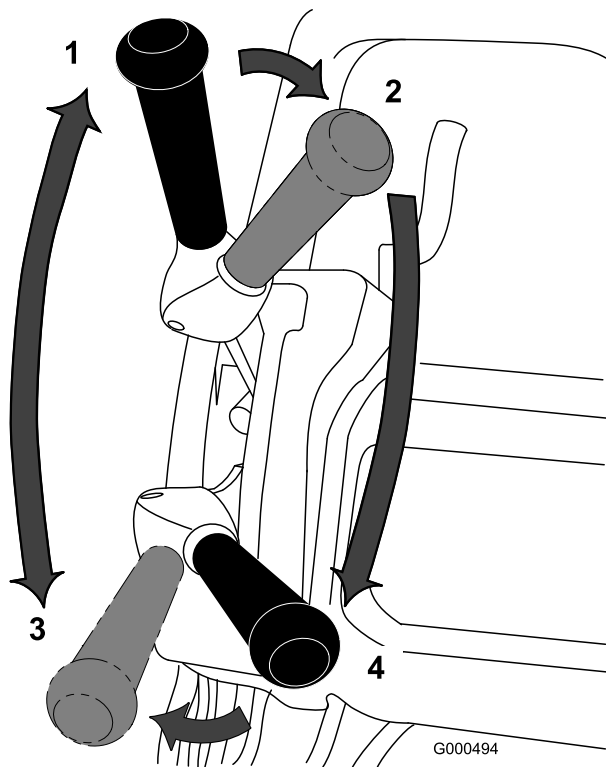

図 20
1. エンジンを始動、スロットルを下げ、カッティングユニットを上げる（ハンドルを下げる）。走行レバー（図 20）を「走行」に入れ、グリーンのカラ（緑）に入る。
2. 走行を「解除」とし、リールレバー（図 20）を回転側に倒す。
3. 走行レバーを「走行」に入れ、スロットルで希望の走行速度に調整し、グリーンへ移動する。希望位置に来たらカッティングユニットを下ろして刈り込み作業を始める (図 20)